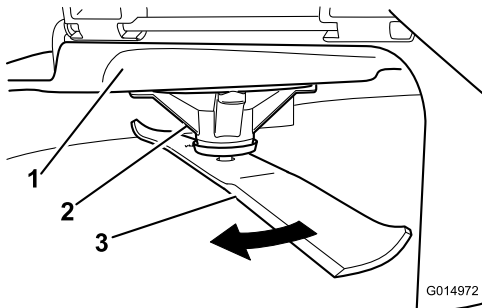

Figura 50
- Indossando guanti ben imbottiti o altra protezione per le mani adeguata ruotate lentamente la lama da misurare in una posizione che consenta la misurazione effettiva della distanza tra il tagliante e la superficie piana su cui si trova la macchina (Figura 50).